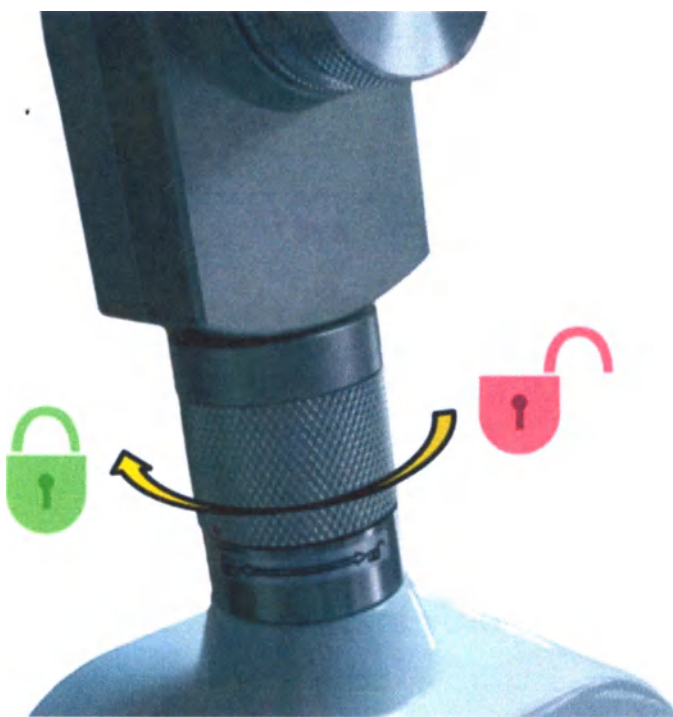

Рис. 5
2. Соедините излучатель с регулируемой штангой. Зафиксируйте крепление как показано на рис. 5.